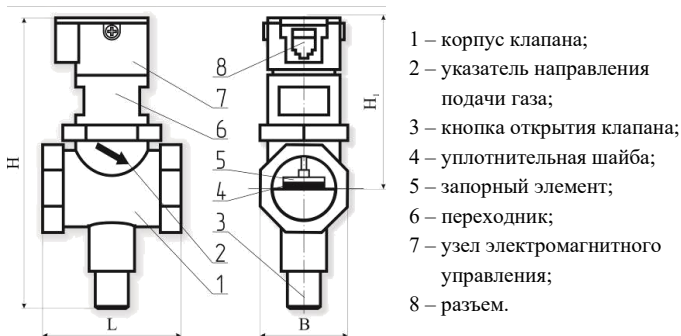

Рисунок 2 – Внешний вид клапана КЗЭУГ.
– открыть клапан кнопкой 3 (см. рисунок 2);
В процессе эксплуатации для открытия клапана необходимо кратковременно нажать до упора кнопку 3 (см. рисунок 2). В момент нажатия возможна небольшая протечка газа, которая прекращается после отпускания кнопки.